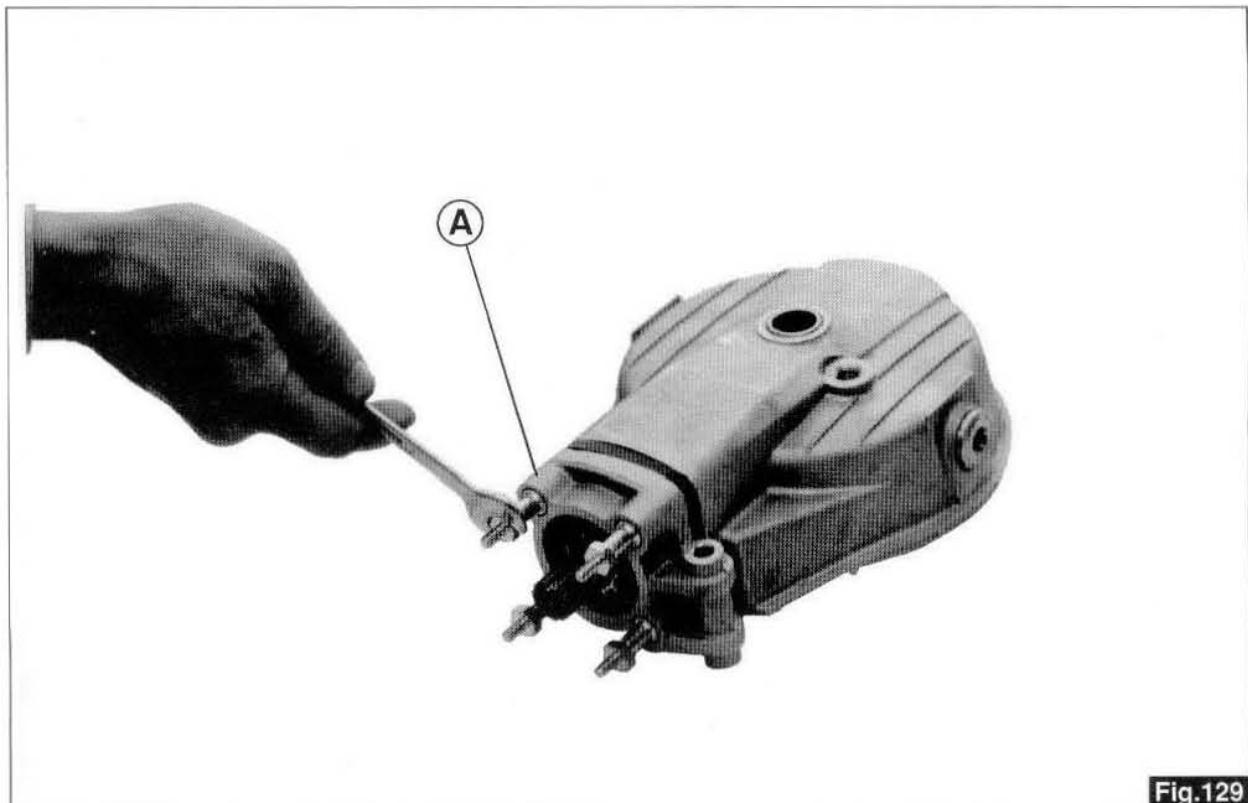
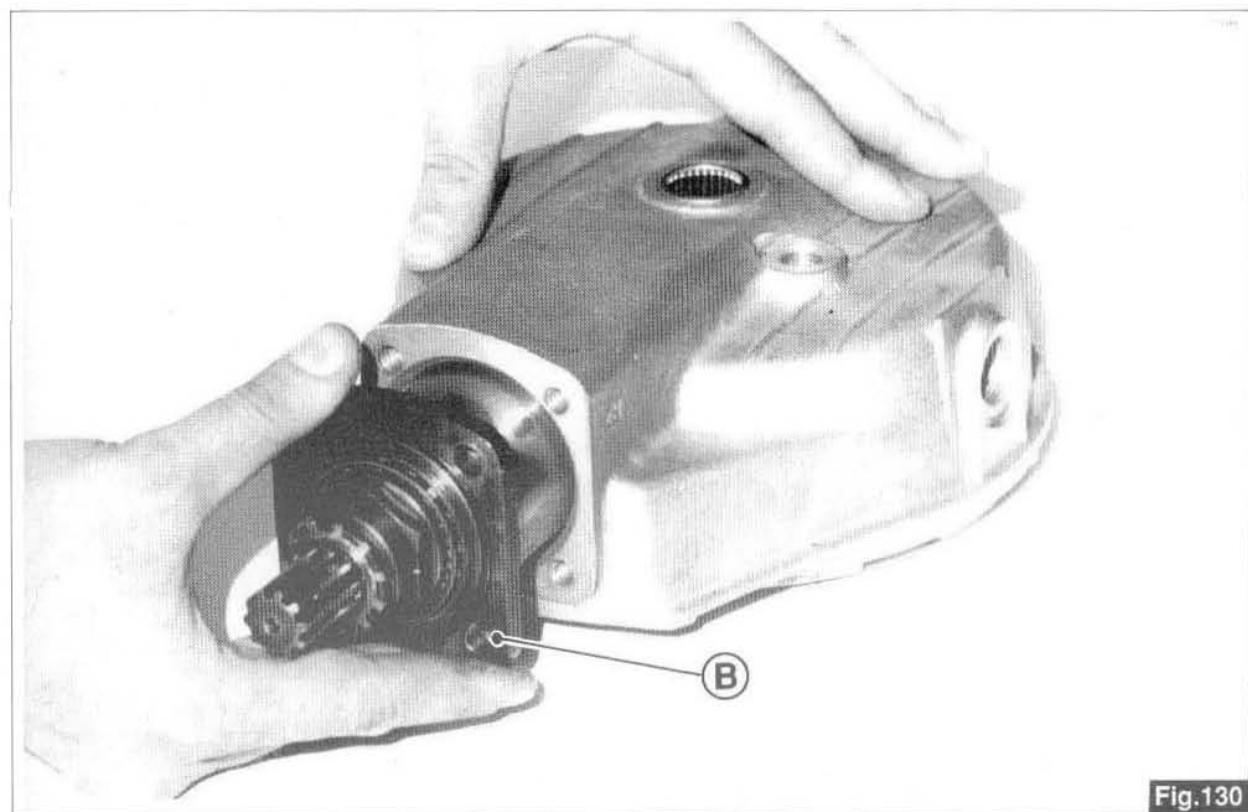

Fig.129
Fig.130
Enlevez le couvercle («A» fig.129) et déposez les pignons et le boîtier («B» fig.130).
*Deckel («A» auf Abb.129) abnehmen und Ritzelbaugruppe komplett mit Gehäuse herausnehmen («B» auf Abb.130).*